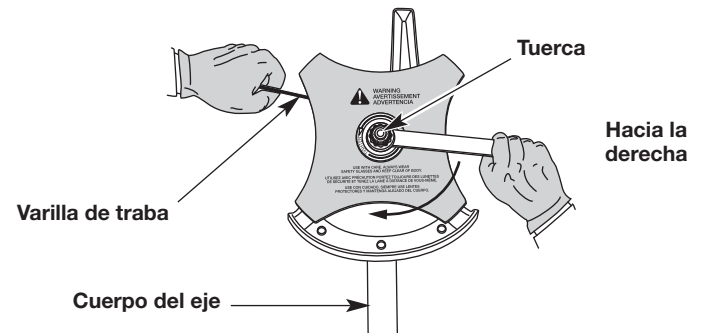

Fig. 22
- Mientras sostiene la varilla de seguridad en su lugar, afloje la tuerca girándola en sentido horario con una llave de cubo o cerrada de 13 mm (Fig. 22).